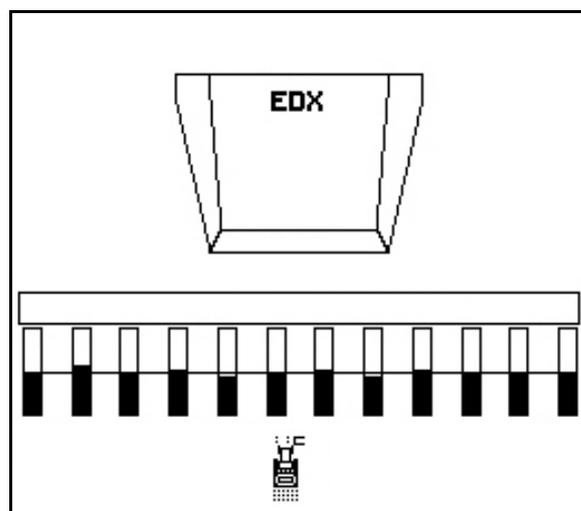

Fig. 61
1. Preseleccionar la conexión de obstáculos (Fig. 61).